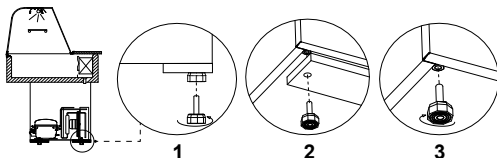

Abb.5 Entfernen der Holzbühne
- Die Anlage auspacken und das Holzpodest, dass auf der Grundlage vorhanden ist, entfernen (ausgeschlossen von fahrbaren Anlagen und Anlagen von Typ: N, N2 und Z) Abb.5